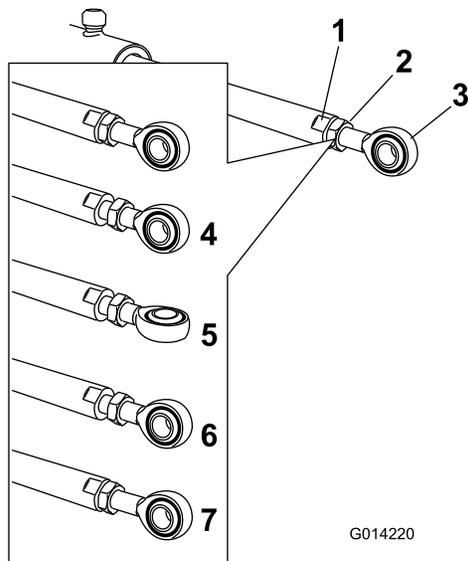

图64
5. 在提升器杆的平整侧用扳手进行固定然后松开锁紧螺母使孔眼杆可以调整 图64。
6. 转动提升器杆上的孔眼杆将延伸的提升器缩短或延长至所需的位置 图64。